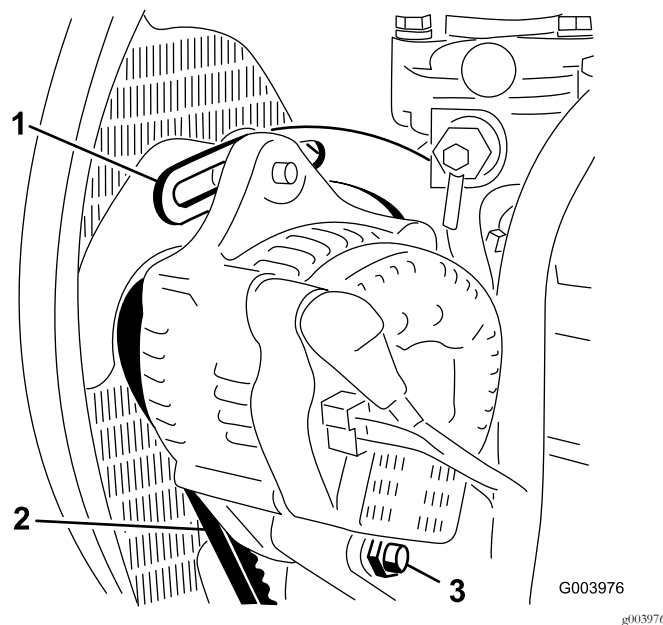

Figure 56
2. Contrôlez la tension de la courroie d'alternateur (Figure 56) en exerçant une force de 10 kg à mi-distance entre les poulies d'alternateur et de vilebrequin.
4. Desserrez le boulon de fixation du renfort au moteur (Figure 56), le boulon de fixation de l'alternateur au renfort et le boulon de pivot.